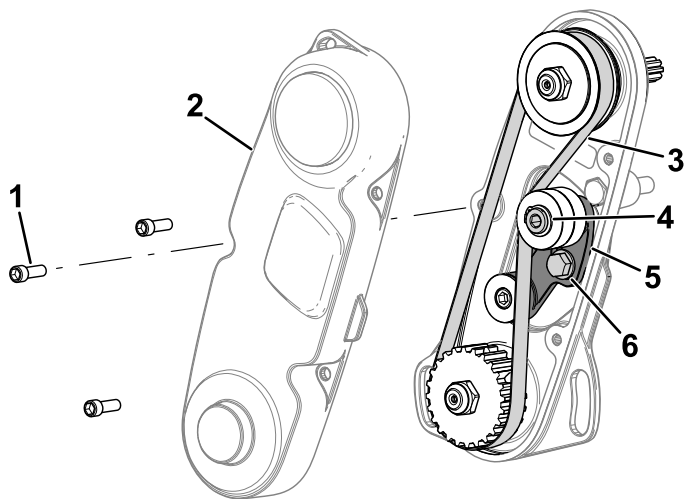

图 4
C. 拆下皮带罩露出皮带图 4。
D. 拧松怠轮臂螺栓并旋转怠轮臂图 4 以释放皮带的张紧力。
E. 拆下皮带显示在图 4 中。
- G. 如图 4 所示安装皮带向怠轮臂内六角施加 6~7 N·m 的力张紧皮带。